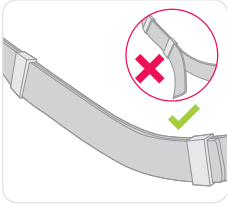

Abbildung 16
- Benutzen Sie die Plastikläufer zum Sichern des freien Gurtbands (siehe Abbildung 16).